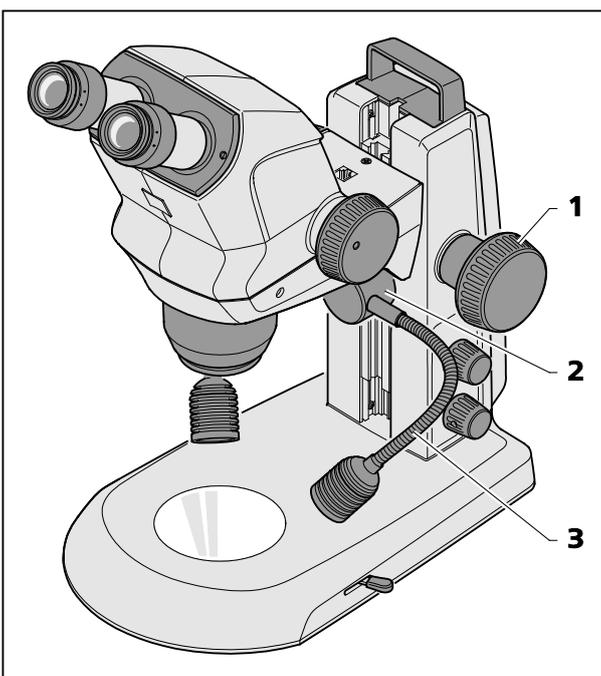

Fig. 16 Lâmpada spot duplo
- Deslocar o corpo de microscópio mediante o botão de focalização (Fig. 16/1) à posição superior.
- Empurrar a lâmpada spot duplo (Fig. 16/2), na sua guia, à altura desejada.
- Dobrando os dois cabos de fibra de vidro (Fig. 16/3), em forma de pescoço de cisne, regular os spots de maneira que o objeto seja iluminado ótimamente.